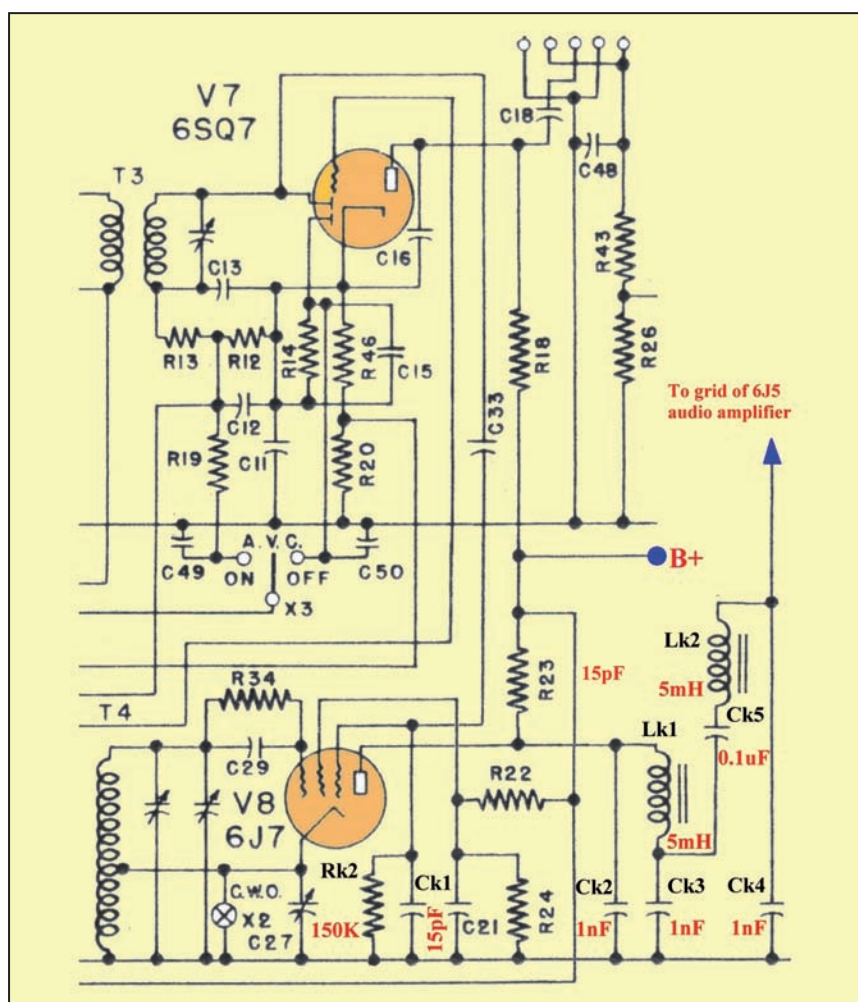

Fig. 19 - Oscillatore di nota e rivelatore a prodotto (BFO)
2. Rivelatore a prodotto e BFO (Fig. 19)
ta dalla medesima valvola dell'oscillatore di nota, con una separazione molto buona di questo dallo stadio rivelatore dell'AGC ed una commutazione automatica dal modo AM al modo CW/SSB. Con BFO inserito e guadagno RF massimo, il ricevitore funziona a piena sensibilità e la tensione AGC dipende unicamente dal livello del segnale presente all'ingresso d'antenna. Con riferimento al circuito di Fig. 19, osserviamo che il segnale da demodulare è applicato alla griglia soppressore attraverso un partitore capacitivo costituito da **C33, Ck1**. Questa griglia risulta schermata dal segnale del BFO, essendo sia la placca sia la griglia schermo richiuse a massa da condensatori di grande valore, sicché il segnale accoppiato da C33 (1,5pF) al diodo rivelatore è tale da non produrre alcuna tensione sulla linea di controllo AGC.